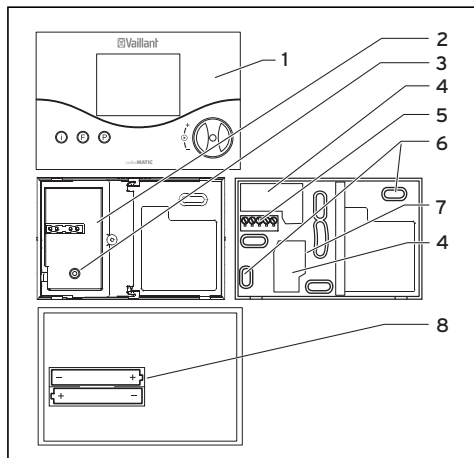

Fig. 9.1 Montering af rumtermostaten
Forbindelsen med kedlen etableres med en forbindelsesledning med 2 ledere til tilslutningsklemmerne 3-4 (se fig. 9.1, pos. **5**).
- Bor to fastgørelseshuller (**6**) med en diameter på 6 mm (i overensstemmelse med fig. 9.1), og sæt de vedlagte plugs i.
- Læg de vedlagte batterier i batteriholderen (fig. 9.1, pos. **8**) på bagsiden af